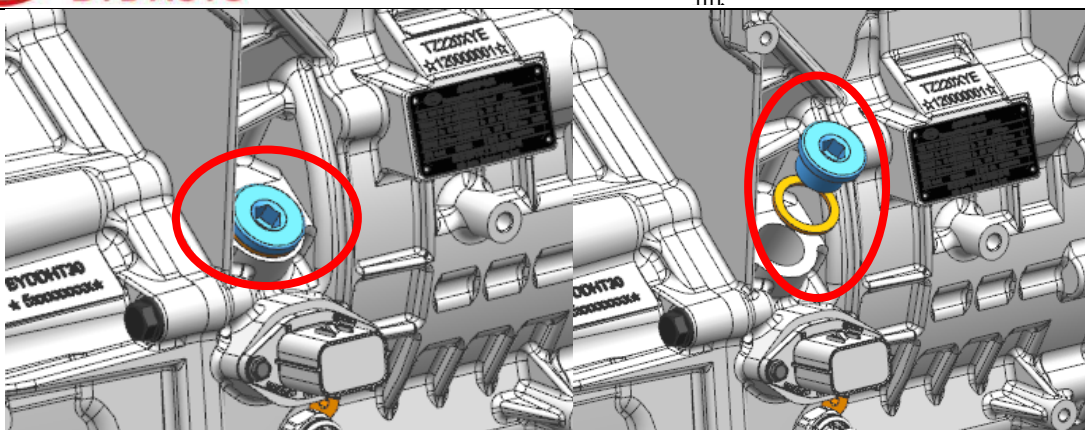

图 14 加油口螺塞
(8) 更换新的比亚迪专用滤芯总成，并按以上步骤倒序，复原滤清器本体以及防松螺栓。
(9) 拆下加油口螺塞及密封垫片，如图 14 所示。